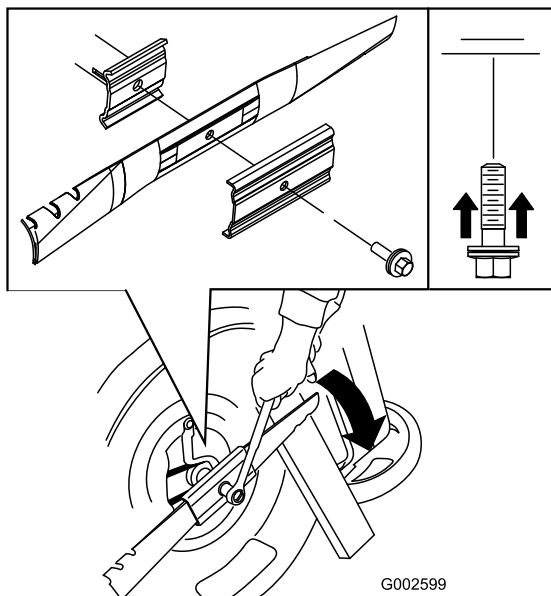

Figure 26
- Montez la lame neuve (tournez le boulon de fixation dans le sens horaire) ainsi que toutes les fixations (Figure 26).